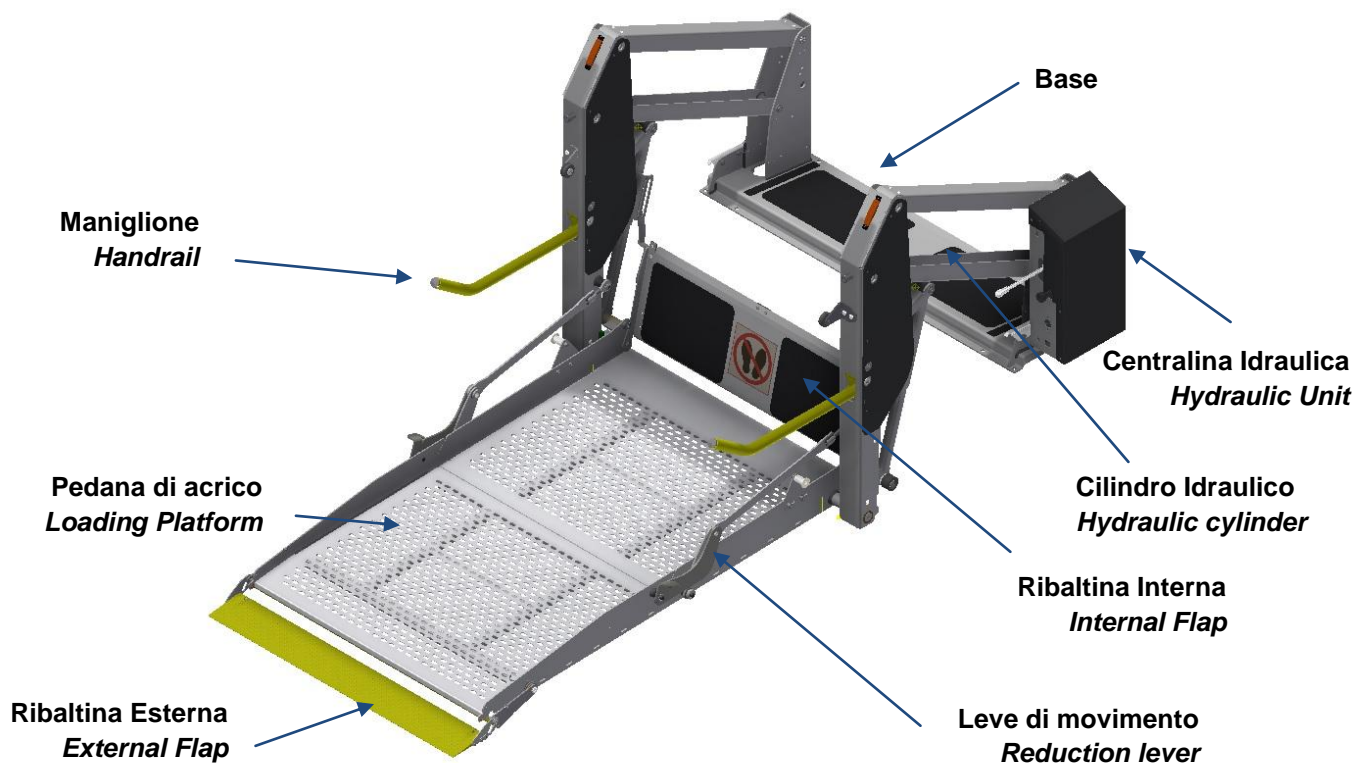

Fig.1
Il sollevatore di sedie a rotelle **i-class** (**Fig. 1**) è installato sul piano di carico di veicoli adibiti al trasporto di persone diversamente abili su sedia a rotelle, consentendo loro la salita/discesa sul/dal veicolo. Il sollevatore è costituito da una base fissata al piano di carico del veicolo, da una coppia di articolazioni di sollevamento, ciascuna delle quali è installata ai lati della base, e da una pedana di carico, incernierata tra le due articolazioni.
**i-class** model wheelchair lift (**Fig. 1**) is installed on the deck of vehicles used for transporting disabled persons in wheelchairs, allowing them to get in/off the vehicle.